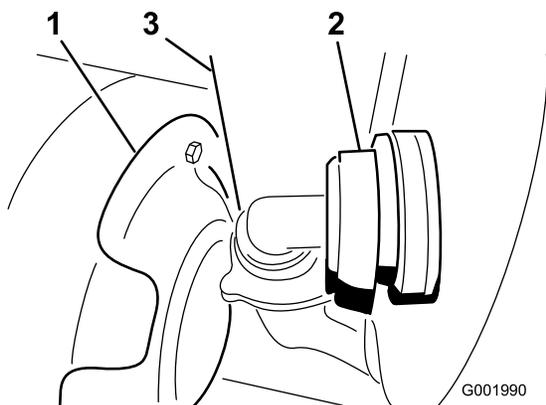

図 53
3. タンクの前壁の下にあるホースを外す (図 53)。
注 防熱シールド (図 53) を押しのけないとカバーが取り外せない場合があります。
7. タンク前面下のホースを接続する (図 53)。